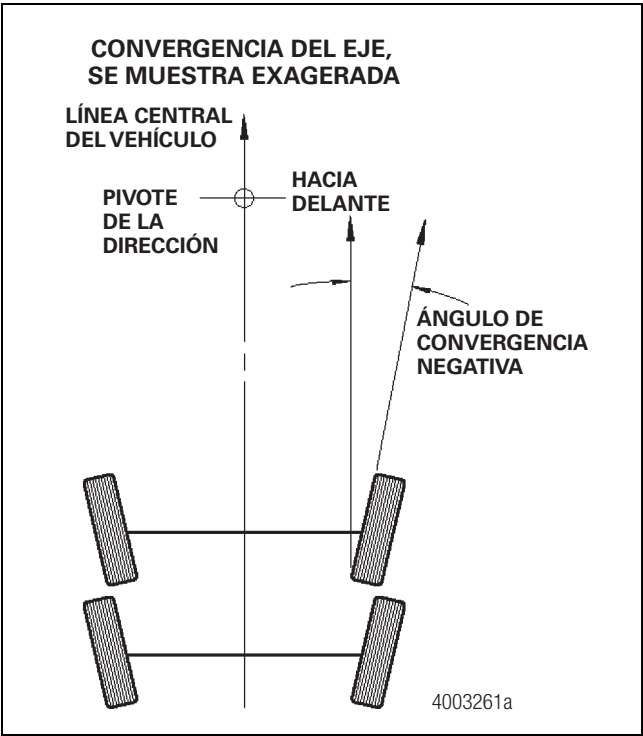

Figura 8.17
- La convergencia de eje se define como el ángulo hacia dentro y hacia afuera de los neumáticos con respecto a la horizontal. Si la convergencia es positiva, las partes delanteras de los neumáticos están más cerca una de otra que las partes traseras. Si la convergencia es negativa, ocurre lo contrario. Figura 8.17.